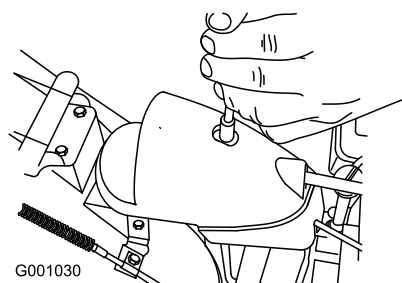

Рисунок 46
1. Снимите крепежные детали на крышке редуктора (Рисунок 46), поднимите переднюю часть крышки и сдвиньте ее дальше назад.